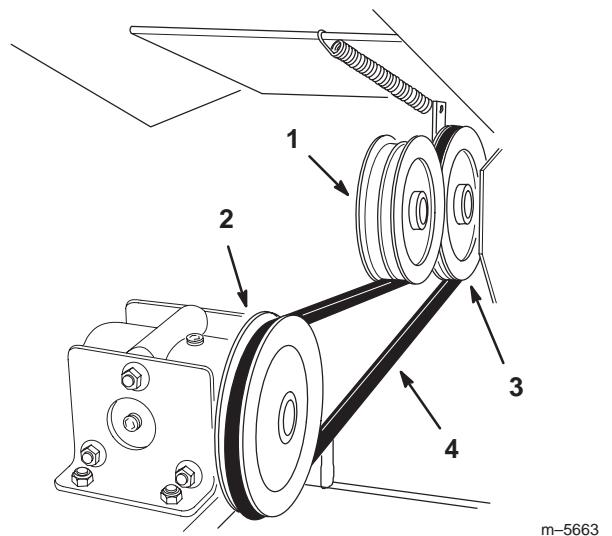

Figure 32
- Soulevez la poulie de tension et installez la courroie d' entraînement sur la poulie de sortie du groupe de déplacement et la poulie d' entrée du boîtier d' engrenages (Fig. 32).
- Relâchez la poulie de tension pour lui permettre de revenir en haut de la courroie d' entraînement (Fig. 32).